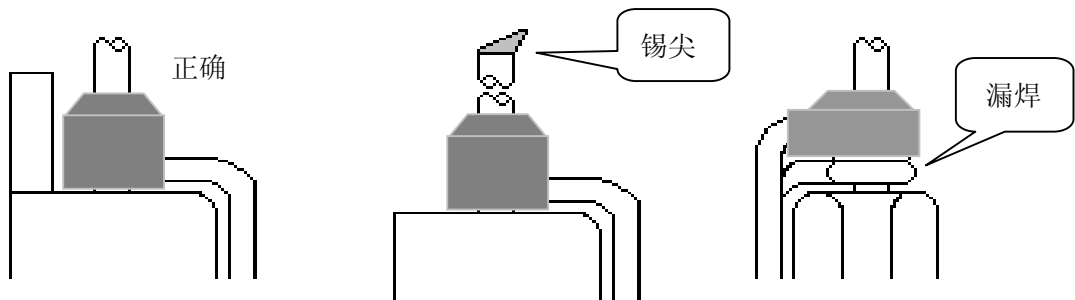

图 6.18
- 2.1 镀锡须均匀光滑，不可有冷焊，包焊，漏焊，连焊，氧焊或锡团(如图 6.18)。